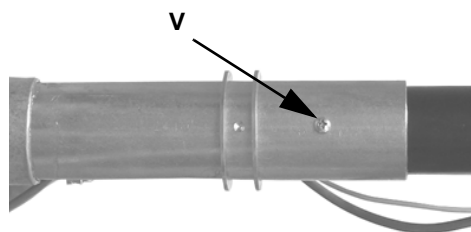

Fig. 12
- 7 Aflojar el tornillo **V** que fija la cabeza de combustión al tubo cabeza, girar la cabeza 180° como se indica en la (Fig. 11), hasta encontrar el orificio **F**, y fijar nuevamente el tornillo **V** Fig. 11 Fig. 12 Fig. 12.